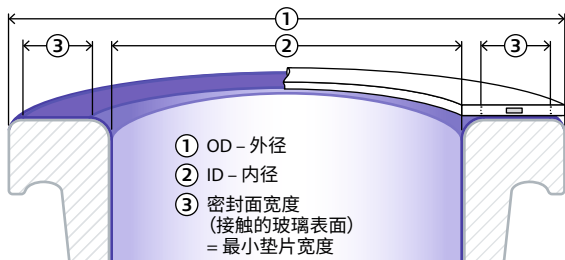

图1：确定垫片尺寸。
- 由于法兰尺寸决定垫片宽度和长度，因此请在法兰倒角前确定法兰内径(ID)、外径(OD)和密封面宽度（见图1）。